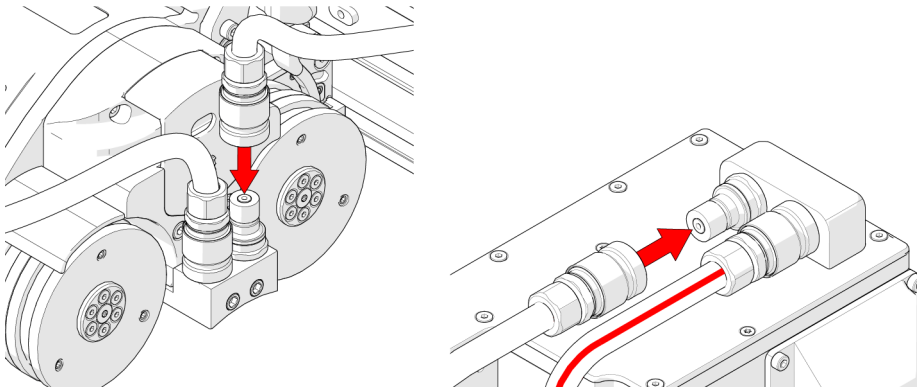

Abbildung 2-63 Anschließen der Schläuche am Fahrwagen- und Rasterarm
1. Verbinden Sie die Schlauchverbinder mit den Schnellkupplungen des Fahrwagens (siehe Abbildung 2-63 auf Seite 90).
2. Verbinden Sie die Schlauchverbinder mit den Schnellkupplungen des HT-Rasterarms (siehe Abbildung 2-63 auf Seite 90).